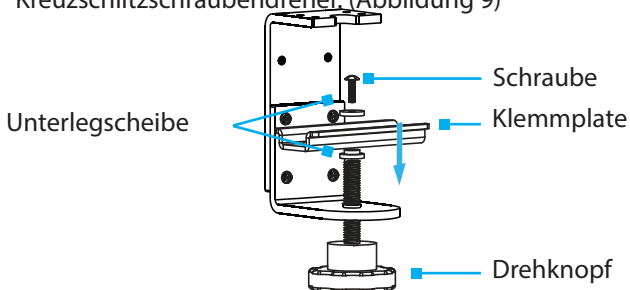

Abbildung 9
2. Setzen Sie die **Schraube** durch die **Unterlegscheibe**, die **Klemmplatte**, die **Unterlegscheibe** und auf den Drehknopf. Befestigen Sie die **Schraube** mit einem Kreuzschlitzschraubendreher. (Abbildung 9)